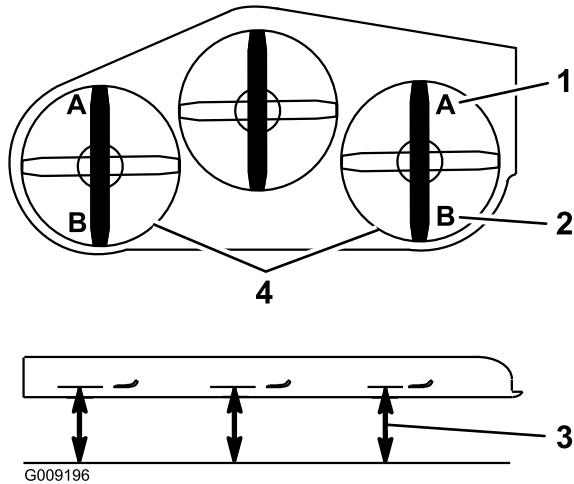

Figura 86
9. Su ambo i lati del piatto di taglio, misurate dalla superficie piana all'estremità anteriore della lama (posizione A). La misura deve essere di 7,6 cm (Figura 86).
15. Su ambo i lati del piatto di taglio, misurate dalla superficie piana all'estremità posteriore della lama (posizione B). La misura deve essere di 8,3 cm (Figura 86).